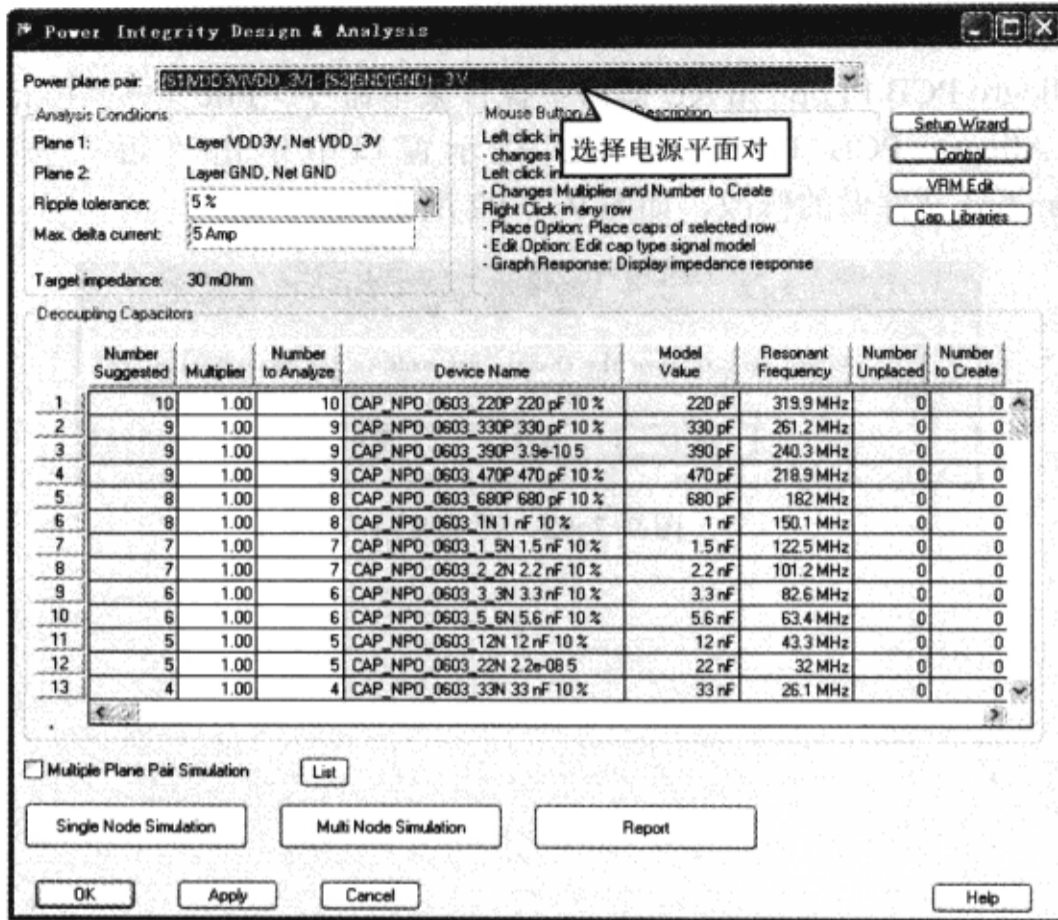

图 9-7-90 选择电源平面对
(7) 在“Power Integrity Setup Wizard-Power Pair Setup”对话框中单击“Finish”按钮。
(8) 在“Power Integrity Design & Analysis”对话框“Power plane pair”栏中选择“[S1]VDD3(VDD\_3) - [S2]GND(GND) - 3V”，如图9-7-90所示。